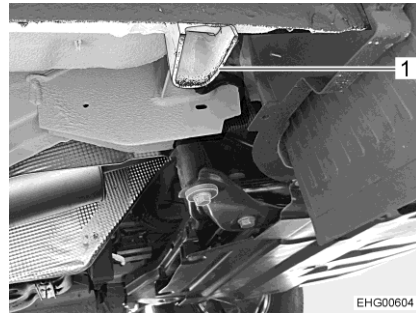

Fig. 241 Alojamiento en el eje delantero
- Si se ha de cambiar una rueda del eje delantero: aplicar el gato en alojamiento (Fig. 241,1) previsto para ello.